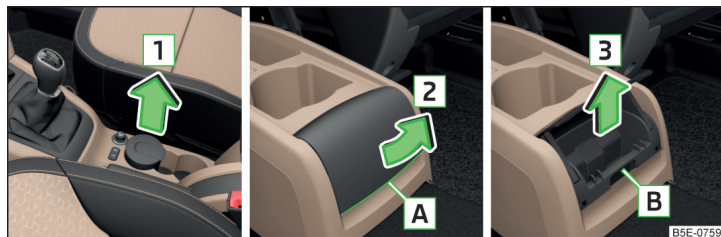

Fig. 79 Consola central baja: Retire el cenicero hacia delante / abrir el cenicero hacia atrás/ retirar el cenicero hacia atrás
- Extraiga el cenicero en el sentido de la flecha » fig. 79.
- Agarre la tapa del cenicero por el borde y ábrala en el sentido de la flecha » fig. 79.
- Coja el cenicero por el tirador » fig. 79 y sáquelo en la dirección de la flecha .